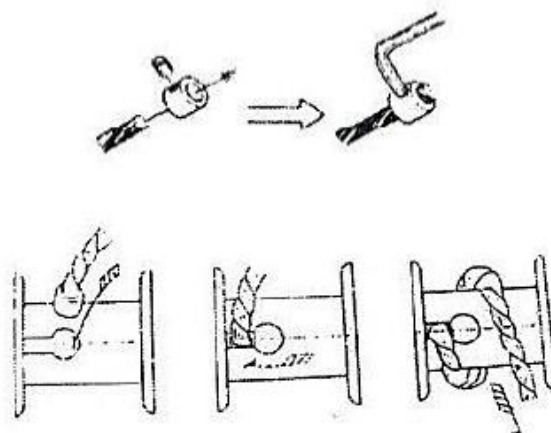

Рисунок 6. Монтаж каната для лебедки ручной канатной GEARSEN JHW грузоподъемностью 2000 кг, 3000 кг
- Для монтажа каната для лебедки ручной GEARSEN JHW грузоподъемностью 2000 кг и 3000 кг (рисунок 6) вставьте конец каната через муфту до конца на 10 мм, плотно затяните фиксирующий винт с шестигранной головкой. Вставьте муфту каната в отверстие на барабане и наденьте муфту каната на паз.